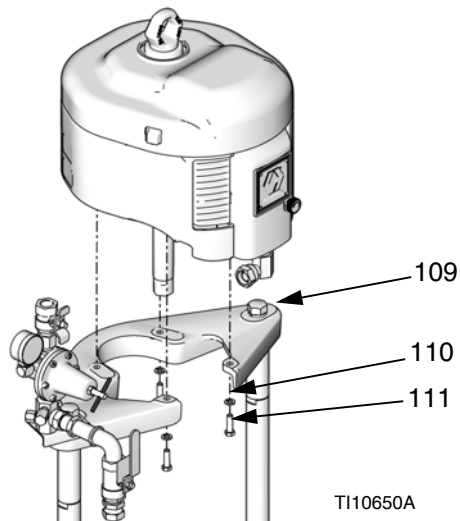

Рис. 26
- б. Для NXT с опорной емкостью меньшего размера: Если двигатель был снят, затяните установочные винты (111) и шайбы (110) на монтажном кронштейне (109). См. Рис. 26, стр. 22.
1. С помощью соответствующего подъемного устройства, прикрепите двигатель к монтажной пластине (109) с помощью винтов (111) и шайб (110). См. Рис. 26, стр. 22.